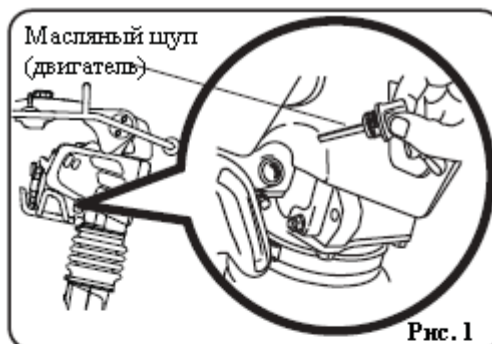

Рис. 1
3. Для проверки уровня моторного масла в двигателе поставьте машину на ровную поверхность и наклоните ее вперед (рис. 1). По вопросам, касающимся двигателя, см. соответствующее руководство по эксплуатации.